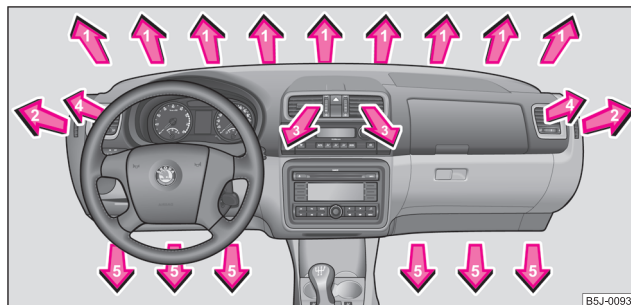

Fig. 85 Gurile de ventilație a aerului
- Gurile de ventilație 4 ⇒ pagina 80, fig. 85 deschise și îndreptate spre geamurile laterale.
- Gurile de ventilație 4 ⇒ pagina 80, fig. 85 deschise și îndreptate spre geamurile laterale